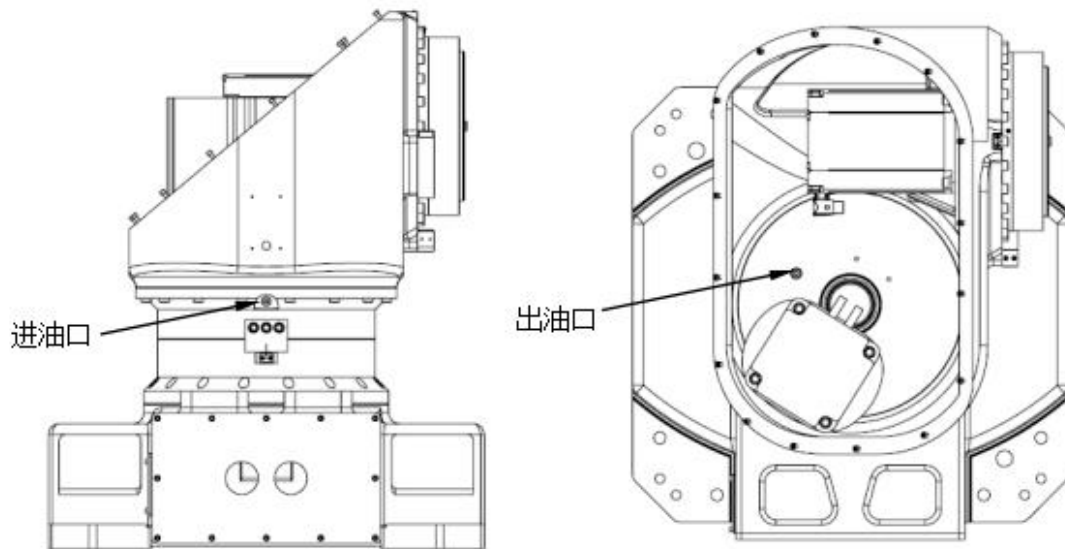

图 4-1 更换润滑油，J1 轴减速机
- 3) 移去润滑油供排口的内六角螺塞 M10X1，见图 4-1—4-3。